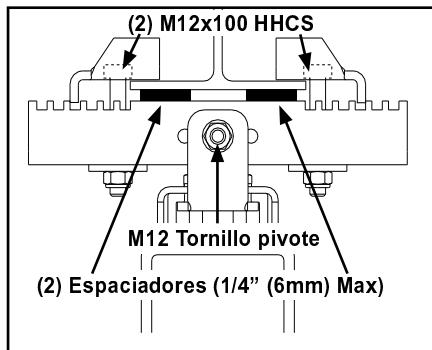

Figura 3-26
- Paso 2. Si se requiere nivelar, afloje M12 x 100 mm HHCS de soporte de Viga-l e inserte espaciadores, máximo 1/4 in (6 mm), entre soporte de viga-l y patín inferior de Viga l. Vea Figura 3-26.